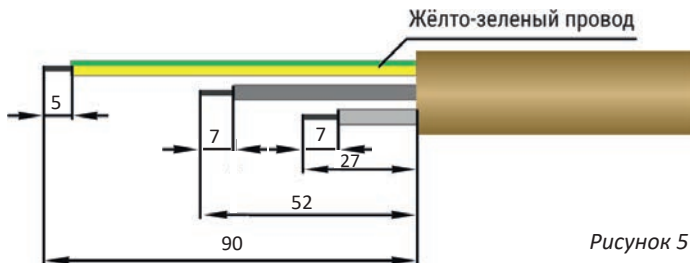

Рисунок 5
3.7. Установочный провод подготовить к монтажу согласно Рисунок 5. Жёлто-зелёный провод отогнуть к оболочке.